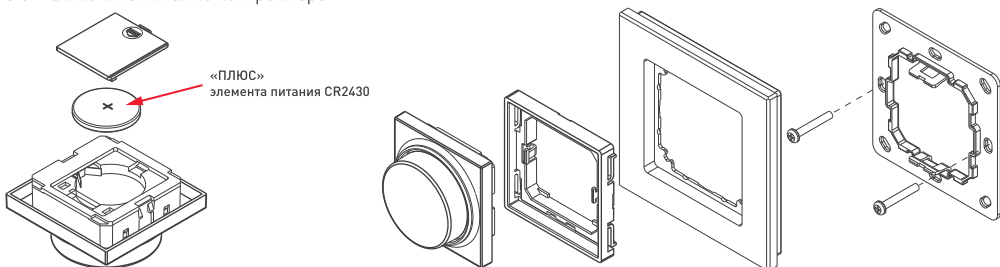

Рисунок 1. Установка элемента питания и монтаж панели.
- 3.2. Извлеките защитную пленку из отсека питания или установите элемент питания CR-2430 в панель (рис. 1).